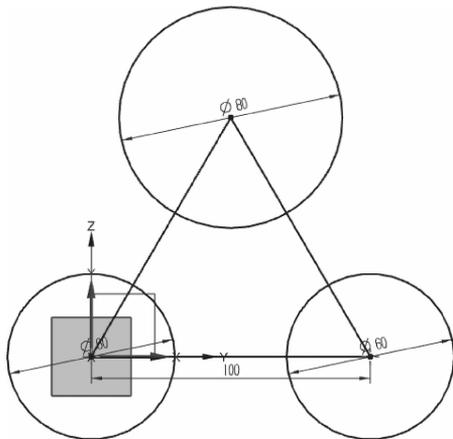

图 2-29 绘制 $\phi 80$ 和 $\phi 60$ 的圆
(4)在“草图”工具条中单击图标,创建 $\phi 80$ 和 $\phi 60$ 的圆,如图 2-29 所示。